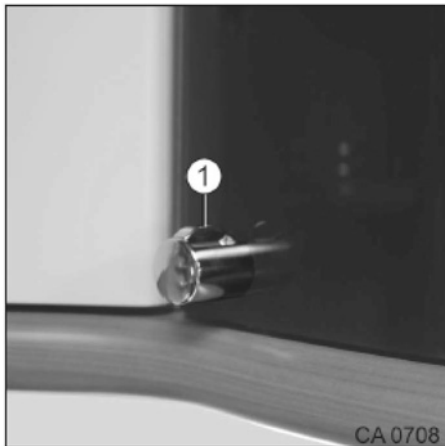

Fig. 114 Poignée-bouton
1. Tenir la poignée-bouton tout en poussant l'entretoise (Fig. 114/1) vers le bas.